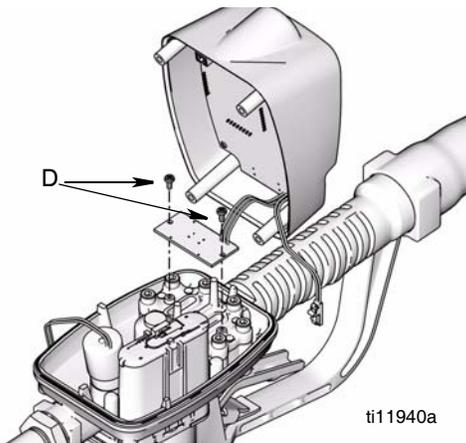

FIG. 7
3. Utilice dos tornillos (D) para ajustar la media caña de la plaqueta a la carcasa del medidor (FIG. 7). Ajuste los tornillos hasta que lleguen al fondo de la carcasa.